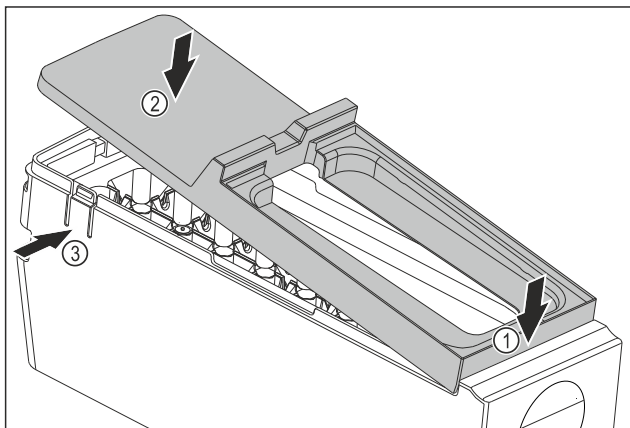

Fig. 81
- ▶ Monter dekelet til hoveddelen til EasyTwist-Ice: Fest dekelet foran. Fig. 81 (1)
- ▶ Senk dekelet bak. Fig. 81 (2)
- ▷ Dekelet går hørbart i inngrep i begge tappene Fig. 81 (3).